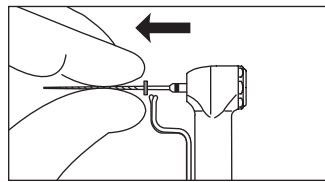

Fig. 4
- Kanal eğesi yerine kilitlendikten sonra hafifçe geriye çekerek eğenin kilitlendiğini kontrol ediniz. (Fig. 4)